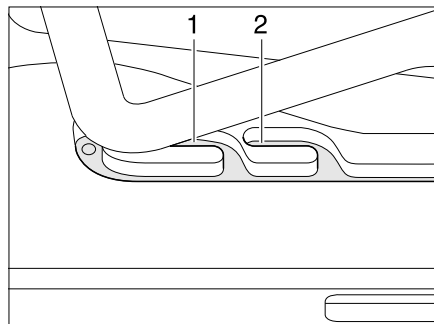
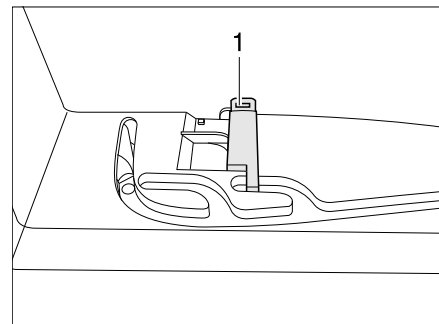

Bild 48 Heki-Dachhaube in Lüftungsstellung
Bild 49 Verriegelung Lüftungsstellung
Die Heki-Dachhaube kann in zwei Lüftungsstellungen gebracht werden: Schlechtwetterstellung (Bild 48,1) und Mittelstellung (Bild 48,2). Je nach Modell kann die Dachhaube in der Mittelstellung mit dem Riegel (Bild 49,1) verriegelt werden.
- Den Bügel leicht nach oben drücken und in die gewählte Führung (Bild 48,1 oder 2) schieben und ggf. verriegeln.